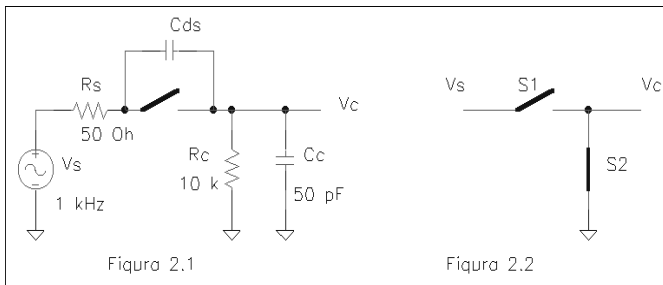

Figura 6
- 9.- Es té un interruptor analògic per al qual especifiquen $R_{on} = 250 \Omega$ i aïllament $A = -90,6 \text{ dB}$, mesurat en les condicions indicades en la figura 6. Suposant R_s , C_s i C_D menyspreables, es demana que:
- L'aïllament que ofereix aquest interruptor en commutar un senyal de 100 kHz i portar-lo a un amplificador que té una impedància d'entrada de $100 \text{ M}\Omega // 20 \text{ pF}$ resulta insuficient. Per a millorar-ho, es disposa d'un altre interruptor similar tal com s'indica en la figura 6. Calculeu-ne l'aïllament obtingut a 100 kHz amb aquesta disposició.